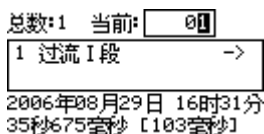

图 4-7 动作记录示例
① 动作记录：记录装置保护动作报告。示例如图 4-7 所示界面。